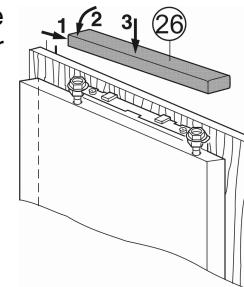

Fig. 24
- ▶ Poser, puis clipser le cache supérieur Fig. 24 (26).